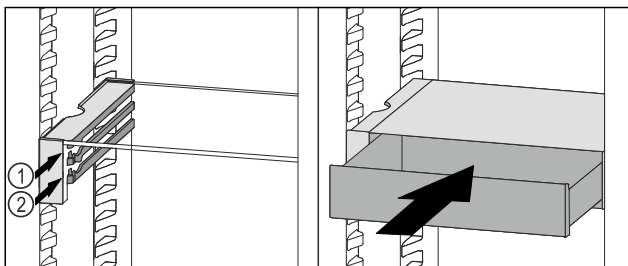

Fig. 163
- Posizionare il cassetto VarioSafe dietro i tappi sulla nervatura desiderata Fig. 163 (1) o Fig. 163 (2).